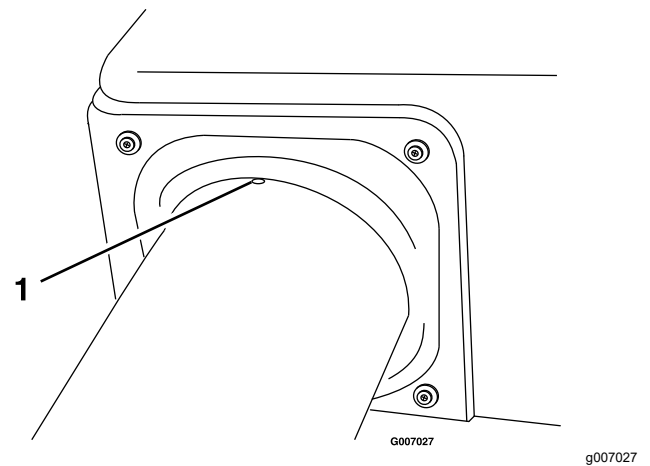

Figura 33
4. Centre el resalte del tubo superior entre los tornillos que sujetan la junta de la tolva a la tolva (Figura 33).
8. Compruebe que el resalte de Figura 33 está todavía en su lugar.